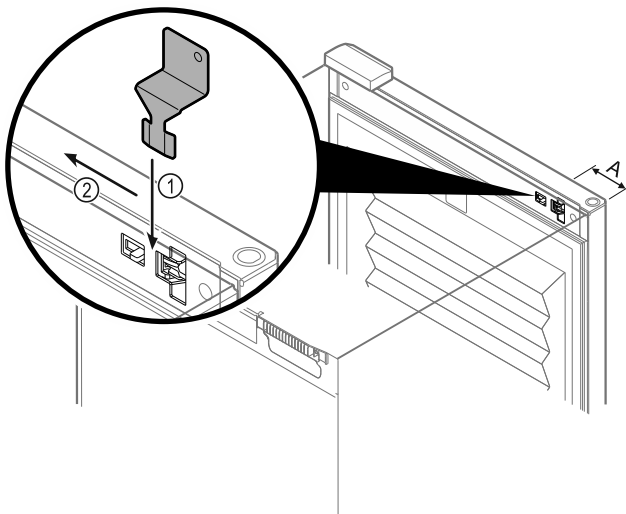

Fig. 133
- ▶ A vészkireteszelő kulcsot a megadott helyen helyezze el Fig. 133 (A) \approx 100 mm.
- ▶ Dugja be ütközésig a vészkireteszelő kulcsot fentről az ajtó és a készüléktest közé Fig. 133 (1).
- ▶ Húzza a vészkireteszelő kulcsot a zsanéroldal felé Fig. 133 (2).